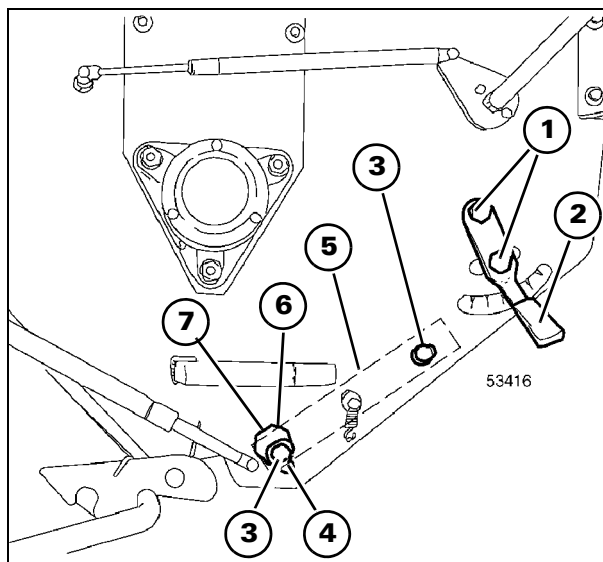
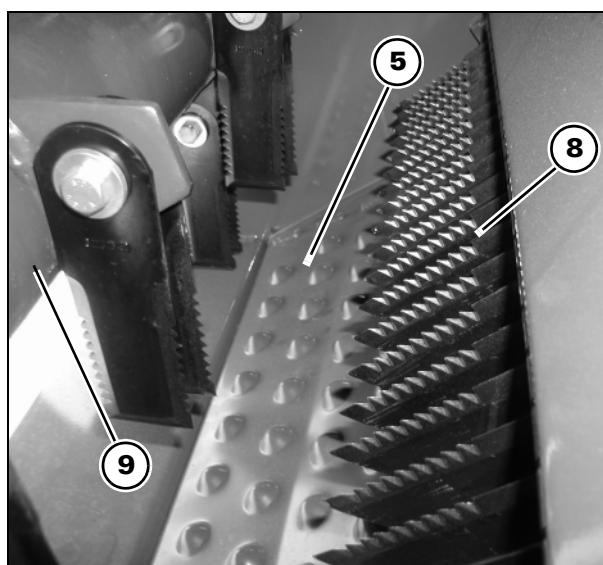

Рис. 30
Рис. 31
Рис. 30 и Рис. 31
- 1.) ослабьте ремень (17) с помощью рычага (18).
- 2.) Снизьте скорость вращения ротора соломорезки установив шкив (11) большего диаметра на существующий шкив (12) и затянув его винтами (13).
- 3.) Снимите приводной шкив (14) и поместите его в соответствующий корпус (15), прикрепив его к внутренней опоре уза муфты сцепления при помощи шайбы (16).
- 4.) Натяните ремень (17), установив рычаг (18) в соответствующий корпус (19), специально предназначенный для кукурузы.
- 5.) Отверните винты (3 Рис. 30) с обеих сторон.
- 6.) Поверните рубящую пластину (5 Рис. 30) на 180° таким образом, чтобы ее гладкая поверхность была обращена к ротору.
- 7.) Прикрепите рубящую пластину (5 Рис. 30) при помощи винтов (3 Рис. 30), законтрив их в самом дальнем положении от ротора.
- 8.) Отверните винты (8) крепления дефлектора (9).
- 9.) **Только для уборки кукурузы:** Передвиньте дефлектор (9) вперед и зафиксируйте его при помощи винтов (8) для того, чтобы сердцевинки кукурузных початков не выбрасывались в направлении клавишного соломотряса.
- 10.) Отверните винты (20) крепления крышки контрножа.
- 11.) Снимите крышку (21) и по одному извлеките контрножи (22).
**ПРИМЕЧАНИЕ:** Так как пластина дефлектора (9) движется свободно, с обеих сторон имеются зазоры: следите за тем, чтобы они не исчезли.